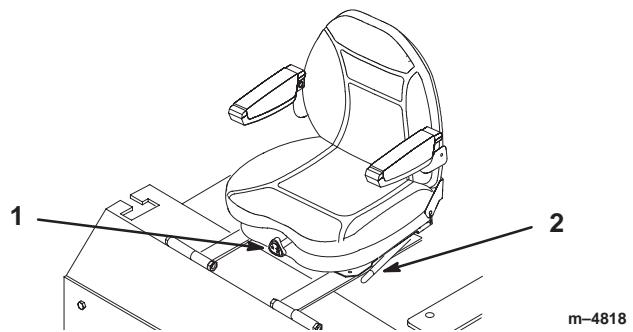

Figure 21
1. Poussez le levier de réglage sur le côté pour débloquer le siège (Fig. 21).
1. Pour ce faire, tournez le bouton avant dans un sens ou dans l'autre pour obtenir la position la plus confortable (Fig. 21).